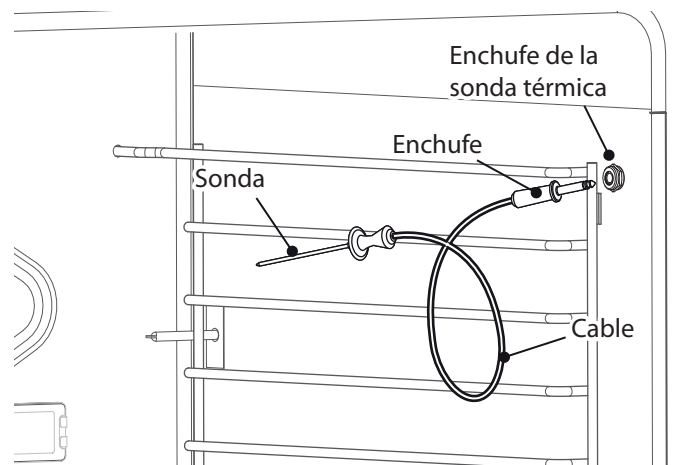

Figura 24: Sonda térmica
1. En la hornilla principal, o en la hornilla secundaria con algunos modelos, localice de la sonda (*Figura 24*).